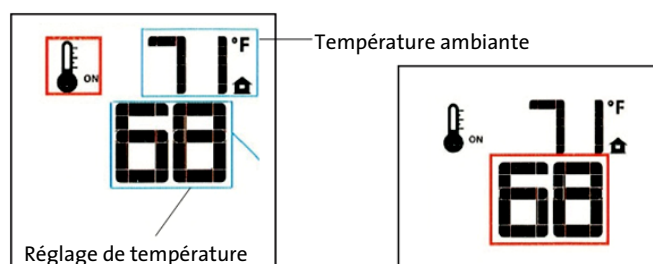

Figure 61.
- Pour activer cette fonction, appuyez sur la touche «Thermostat». L'afficheur indiquera que le thermostat ambiant est activé («ON») et le réglage de température actuel est maintenant affiché. Fig. 61.